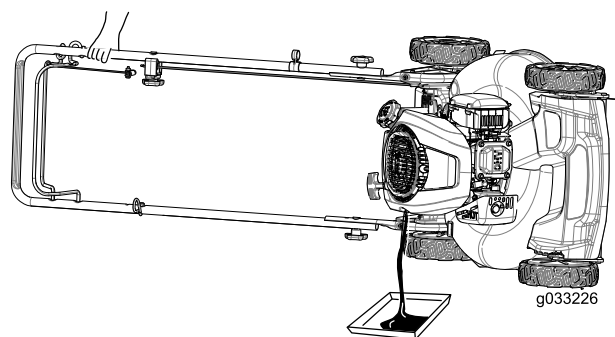

Figura 21
2. Coloque la máquina de lado con la varilla de aceite hacia abajo para drenar el aceite usado a través del tubo de llenado de aceite (Figura 21).